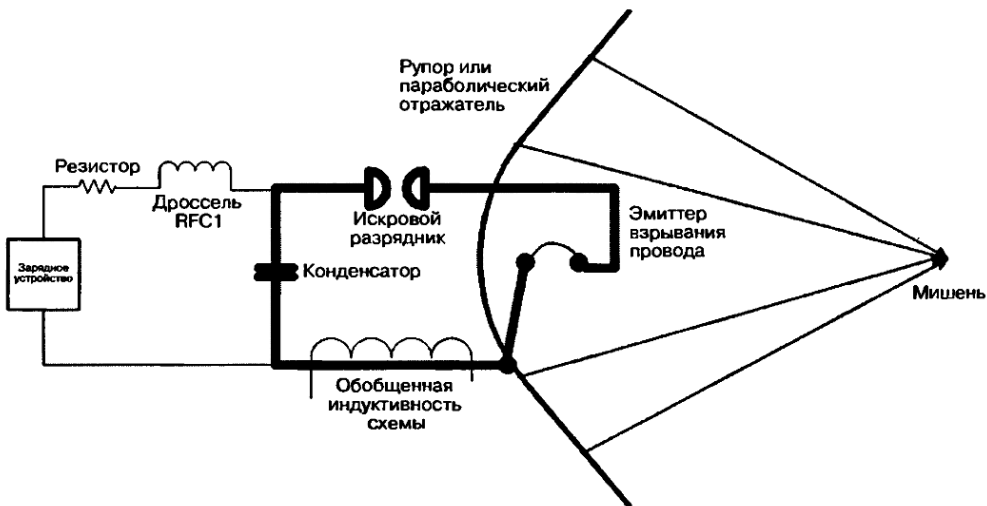

Рис. 25.2. Функциональная схема импульсного электромагнитного генератора
Пожалуйста, имейте в виду, как это уже указывалось ранее, что импульсный выход этой системы может причинить вред компьютерам и любым приборам с микропроцессорами и другими аналогичными схемами на значительном расстоянии. Всегда будьте осторожны при тестировании и использовании этой системы, она может повредить устройства, которые просто находятся рядом. Описание основных частей, использованных в нашей лабораторной системе, дает рис. 25.2.
Искровой разрядник переключает энергию конденсатора в катушку индуктивности, за счет чего мгновенно формируется резонансный контур (см. рис. 25.2). Время подъема тока происходит за период $\pi/2 \times (LC)^{-1/2}$. Величина зазора разрядника устанавливается в соответствии с желаемым напряжением пробоя. Импеданс разрядника определяется соотношением $Z_{sp} = (k \times I)/Q$, где k равно $0,8 \times 10^{-3}$, I равно величине зазора искрового разрядника в см, Q равно величине разряда в А/с (амперах в секунду, кулонах). Разрядник запускается сам, без внешнего запуска. Сборка разрядника является составной частью пути разряда и должна быть изготовлена с учетом минимизации индуктивности и активного сопротивления.